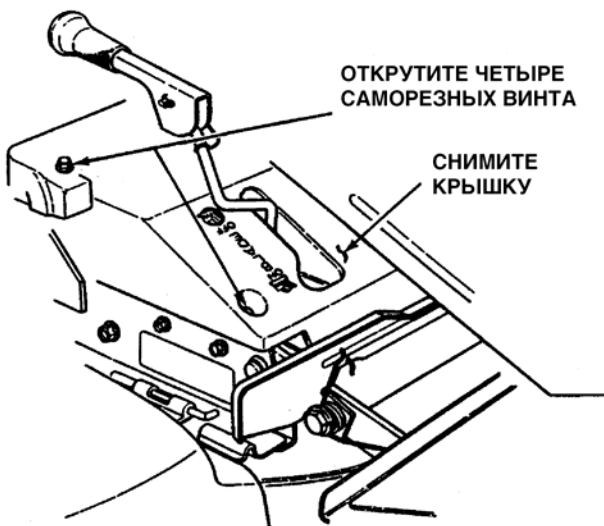

Рис. 3.3
2. Открутите четыре саморезных винта, по два с каждой стороны кожуха ремня привода ножа. См. рис. 3.3.